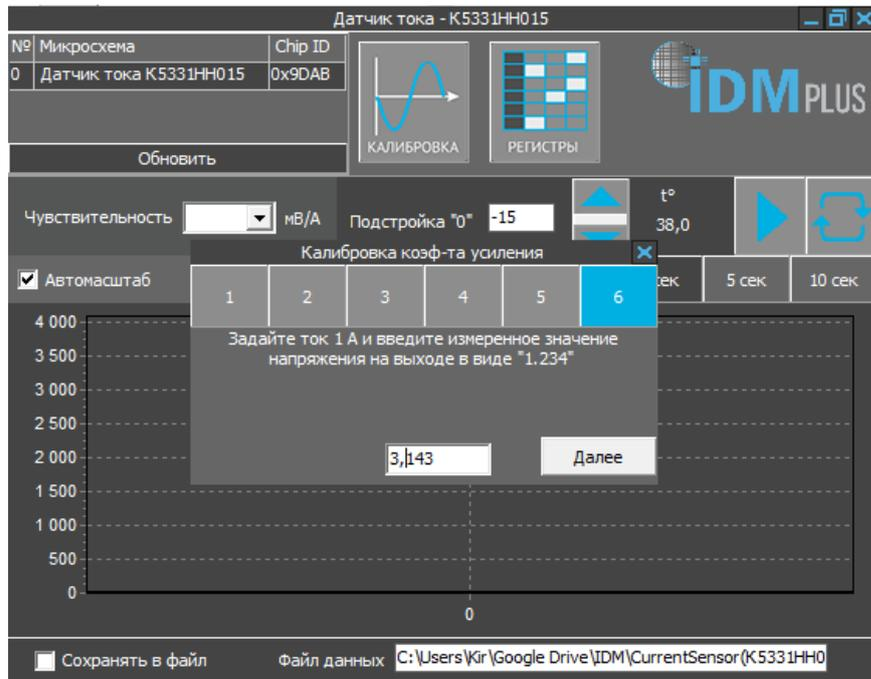

Рисунок 9 – Работа в режиме калибровки коэффициентов усиления при токе 1 А (шаг 6)
- Шаг 6: Записать значение напряжение по показаниям вольтметра, подключенного к выводу «OUT» отладочной платы (при токе равном 1 А в проводнике), в интерактивное окно и нажать интерактивную кнопку «Далее» (см. рисунок 9).